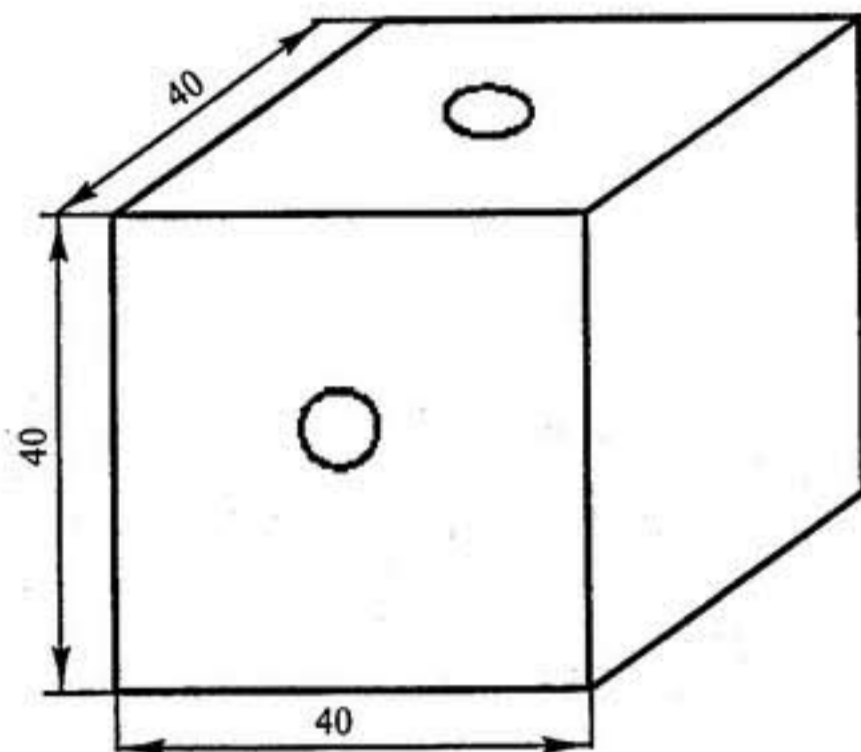

Рис. 187
3. *Кубики.* Их два. Напомню, что размер у кубика один. Здесь — 40 мм. Это означает, что длина, ширина и толщина — по 40 мм (рис. 187). Для изготовления кубиков сначала необходи-